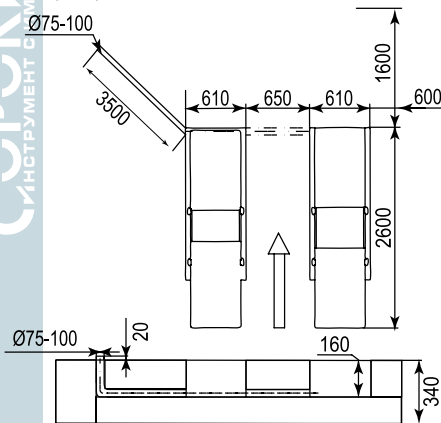

Рисунок 5. Фундамент подъёмника.
1. Для установки подъёмника подготовьте приямок, размеры которого указаны на (рис. 5). Марка используемого бетона - не ниже М300, толщина бетона - не менее 340 мм. Минимальная толщина армированной части пола - 300 мм. Армирующая сетка должна быть изготовлена из проволоки диаметром 4 - 6 мм, сваренной электросваркой. Величина ячейки - 150 мм. Допуски на установку:  $\pm 1$  мм - по длине/ширине подъёмника. Минимальная высота рабочей зоны - 5 м. К месту установки подъёмника должно быть подведено 3-х фазное питание с напряжением 380В/50 Гц при помощи 4-х жильного кабеля (3 фазы + заземление). Каждая жила должна иметь сечение не менее 2,5 мм.